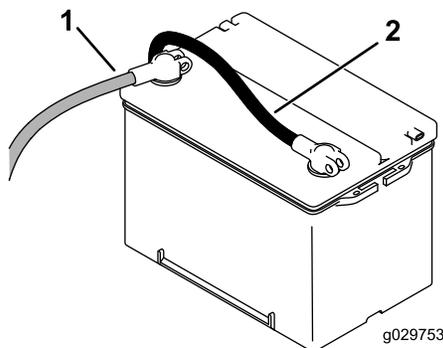

Figura 53
- Para que la máquina deje de recibir energía eléctrica, gire el interruptor de desconexión de la batería en sentido antihorario a la posición de APAGADO (Figura 53).
5. Conecte el cable positivo (rojo) al borne positivo (+), y conecte el cable negativo (negro) al borne negativo (-) de la batería (Figura 53).